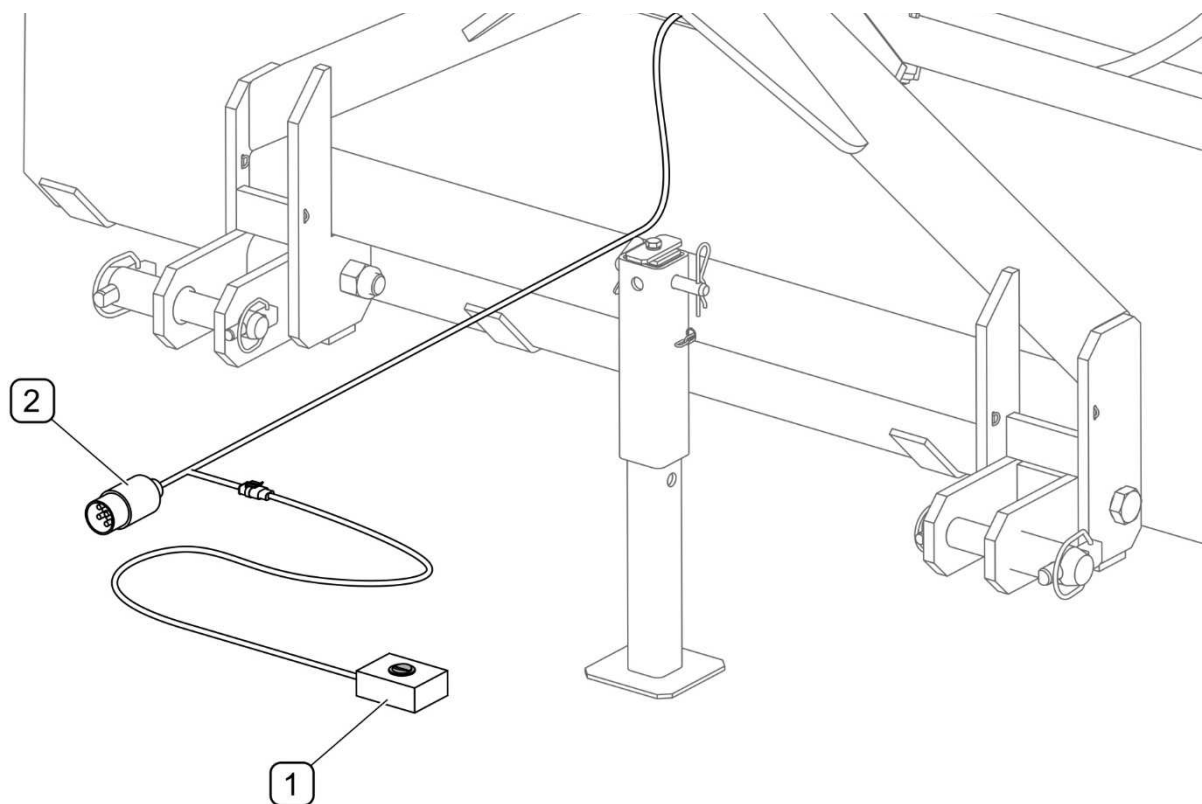

ABB. 4.4 Steuern der Sprühhvorrichtung
(1) - Schalter der Sprühhvorrichtung; (2) - Stecker für 7-polige Steckdose;
Den Stecker (2) der Elektroinstallation muss an die 7-polige 12 V Steckdose am Schlepper angeschlossen werden. Das Ein- und Ausschalten der Sprühhvorrichtung erfolgt über den Schalter (1) an der Versorgungsleitung (ABB. 4.4).